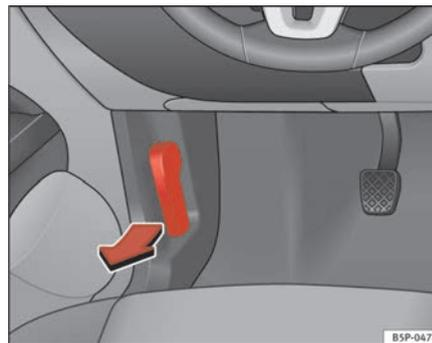

Fig. 154 Pormenor da zona dos pés do lado do condutor: alavanca para a destrancagem do capot.
- Puxar o manípulo que se encontra por baixo do painel de instrumentos ⇒ página 228, fig. 154 no sentido indicado pela seta. O capô fica destrancado pela acção da mola ⇒ .